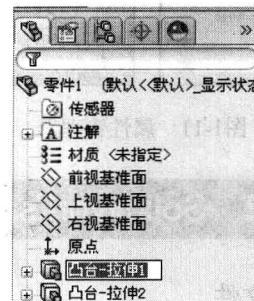

图1-9 更改项目名称
- ◆ 如要更改项目的名称，在名称上缓慢单击两次，然后输入新的名称即可，如图1-9所示。